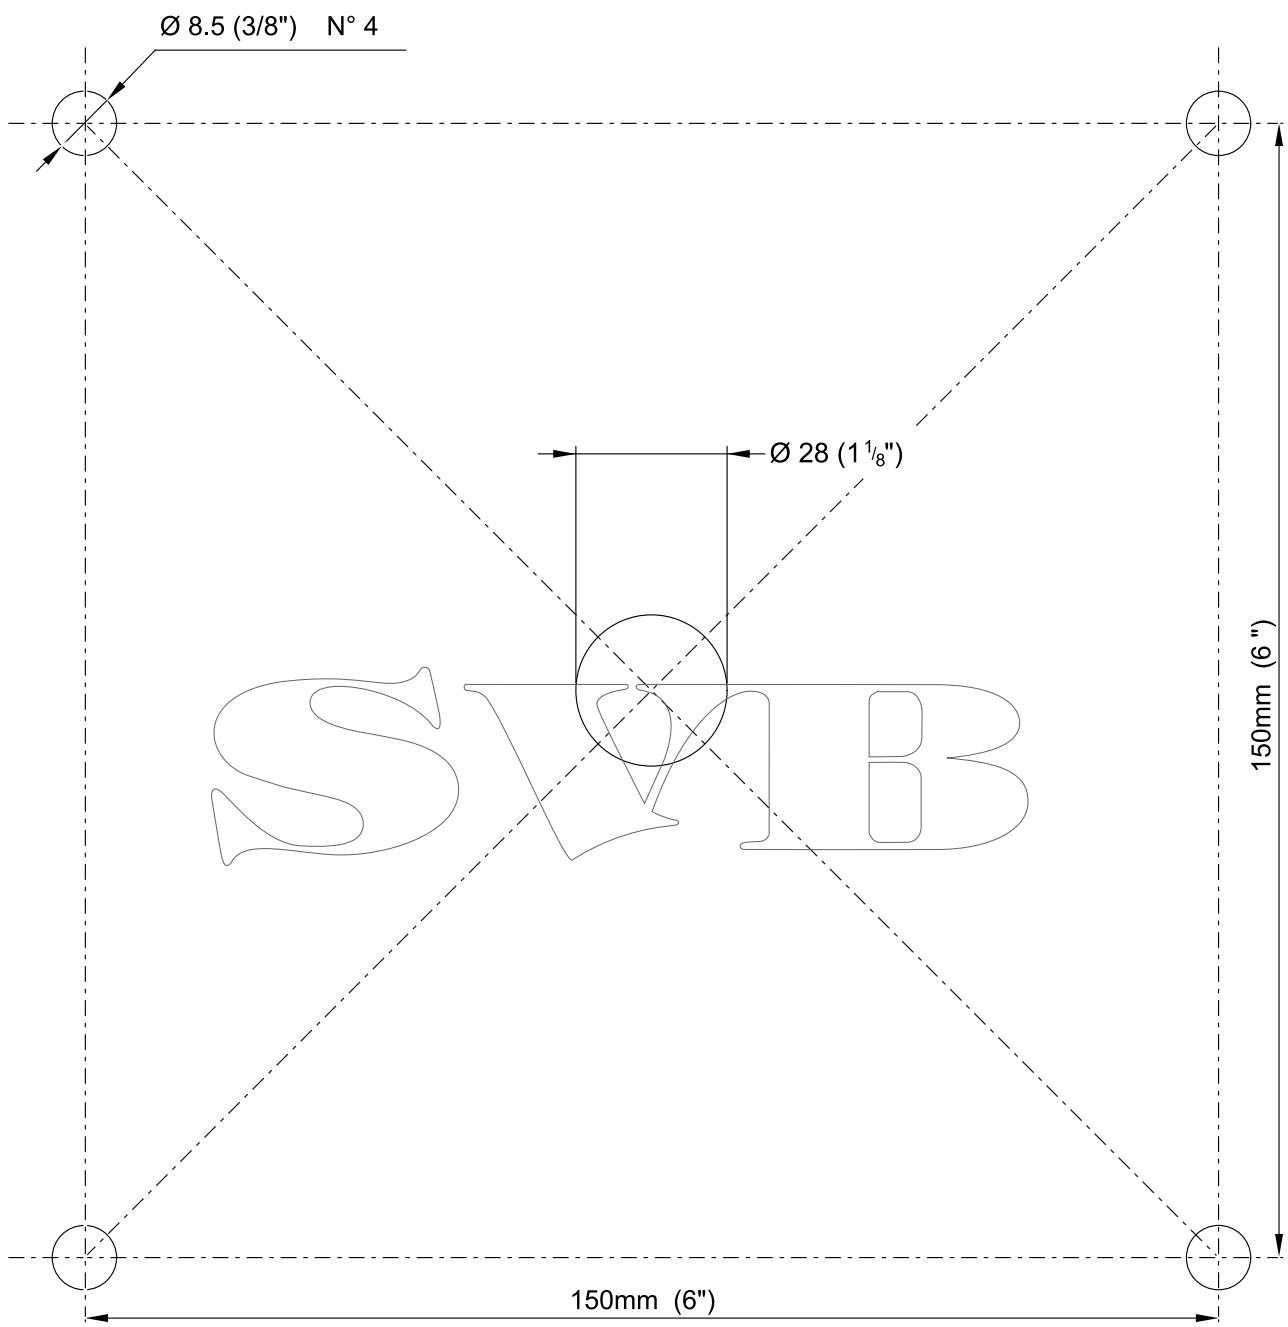

Fig. 23
7. L'unità di controllo può essere fissata ad una parete verticale tramite l'ausilio del telaio di copertura ad incastro Vimar® fornito assieme all'antenna. Praticare in tal caso un foro con un seghetto alternativo utilizzando come dima il template di Fig. 23.